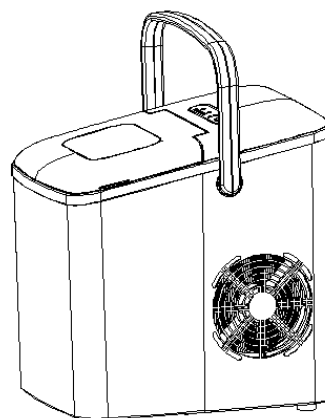

Fig.3
4) Segure o centro da pega, erga-a (ver Fig.3) e verifique se não encontra nenhuma condição anormal.